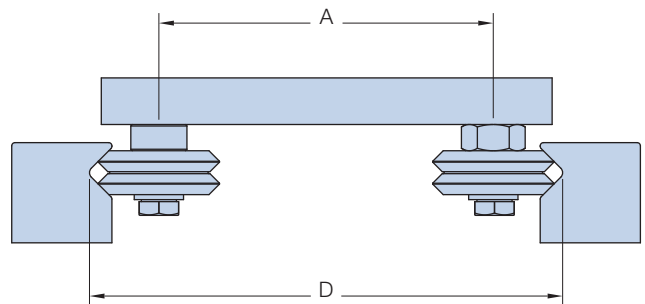

Abbildung 3 Außenmontage – äußere V-Nut
- Außenmontage, äußere V-Nut (siehe Abbildung 3): $A = D - Y$